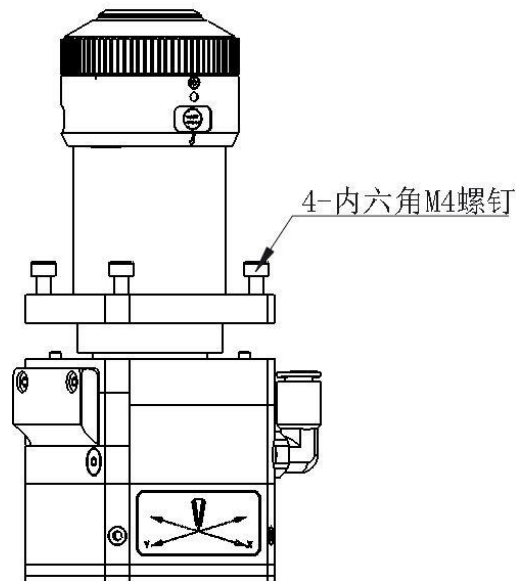

图 4 光纤导向调节
- (1) QBH 接口端面红点和旋转手轮红点要在一条直线上，然后将光纤插入 QBH 接头，接头上红点与这两点在一直线上；
- (2) 接着顺时针旋转手轮，听到“哒”的声音后到位，然后将手轮向上拉到位，再次向右旋转到位；
- (3) 如果光纤接头插入接口时，光纤上的红点和激光头接口上的红点角度相差太远，导致无法对齐插入，这时可以参考下面步骤来调整激光头上光纤接口的位置来解决这个问题，如图 4 所示。用扳手拧松该零件图示位置的 4 个螺丝，旋转 QBH 接口，到位后拧紧螺丝即可。